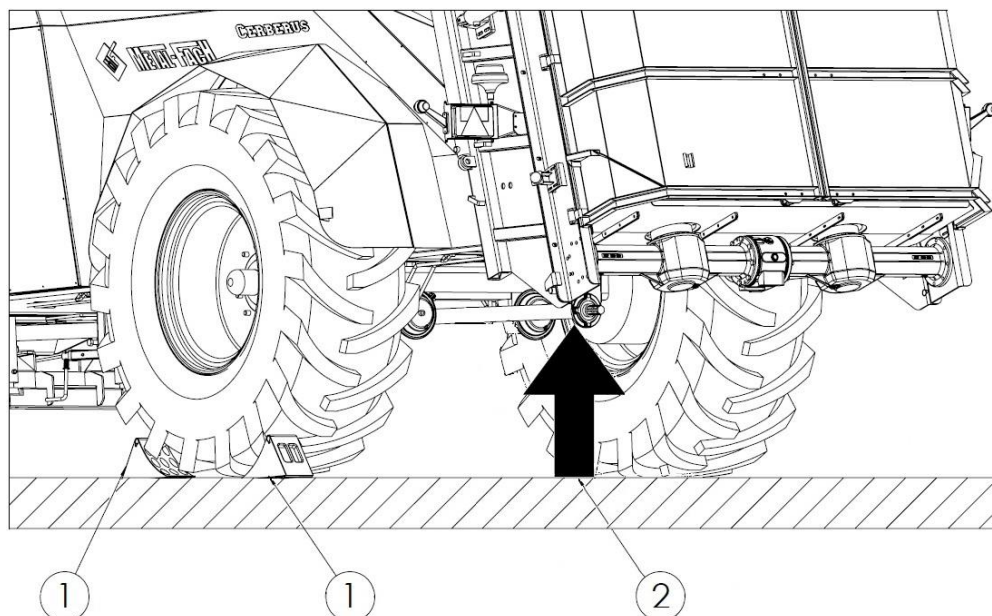

Figure 32. Points d'application des crics :
S'il est nécessaire d'enlever la roue, utilisez les points de levage (2) sous l'essieu. L'emplacement du cric est indiqué sur la figure 32. Fixez les cales de sécurité (1), ne les placez que sous une roue.